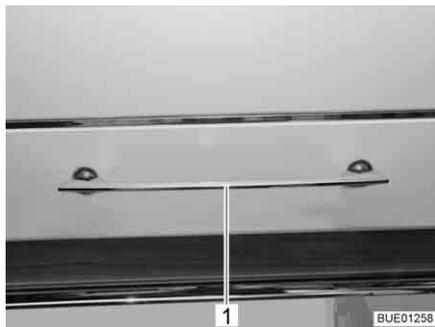

Fig. 36 Trampilla de mueble con tirador de desbloqueo
- Presionar hacia abajo el tirador de desbloqueo (Fig. 36,1) y mantenerla presionada.